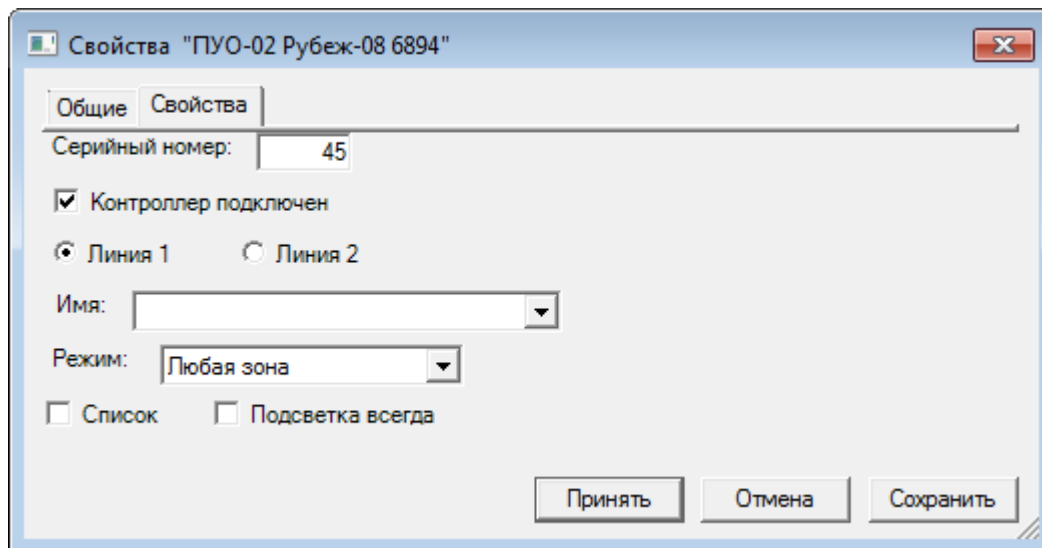

Рисунок 10 — Добавление элемента ПУО-02 Рубеж-08
1. Для прибора ПУО-02 на вкладке **Свойства** (рисунок 10) свойств элемента в списке **Режим** можно выбрать режим работы.